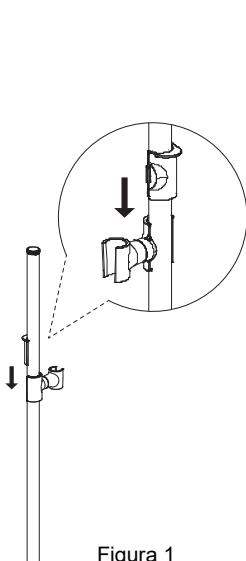

Figura 1
- b) Envuelva la cinta de teflón en sentido contrario a las agujas del reloj en la rosca del extremo G1/2 del conector curvo ⑩, conéctelos a las salidas de agua caliente y fría con una llave. Deje una profundidad adecuada fuera de la pared y ajuste la distancia entre los 2 conectores según la anchura de la entrada en la barra de ducha termostática .
- c) Asegúrese de que los 2 conectores curvos se instalan de forma totalmente recta en la pared. La distancia central entre los 2 conectores curvos es de 150±8mm. Utilice el nivel de burbuja ⑪ para asegurarse de que la línea central permanece horizontal .
- a) Conecte la barra de ducha termostática ⑨ en los conectores curvos. El lado izquierdo es de agua caliente y el derecho de agua fría. Utilice la llave Allen para asegurar .
- a) Conecte el riel elevador a la barra de ducha termostática(Figura 1/2) y marque la posición del conector del tubo en la pared (Figura 3).